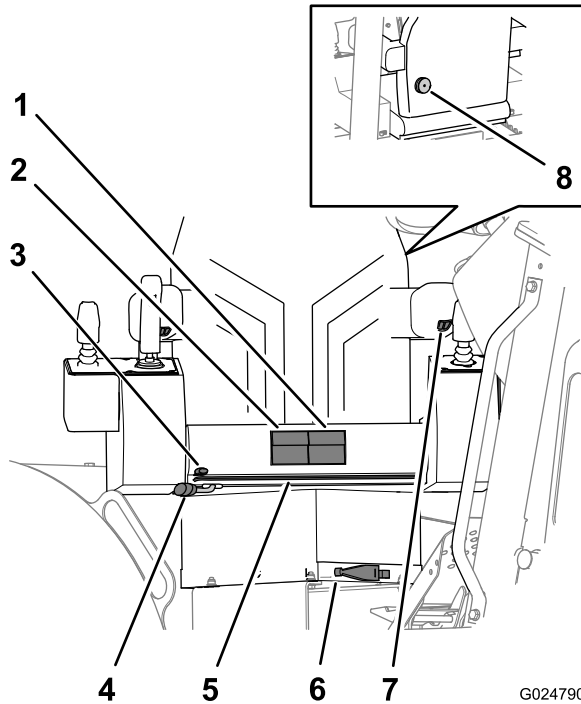

Figura 17
- **Pulsanti altezza sedile:** utilizzateli per regolare il cuscino del sedile in su o in giù (Figura 17).
- **Pulsanti scorrimento sedile:** utilizzateli per far scorrere il cuscino del sedile in avanti o indietro (Figura 17).
- **Leva di scorrimento telaio sedile:** utilizzate questa leva per regolare l'intero sedile e telaio in avanti o indietro (Figura 17).
- **Leva di scorrimento base sedile:** utilizzate questa leva per spostare la base del sedile in avanti o indietro sul telaio (Figura 17).
- **Leva rotazione sedile:** utilizzate questa leva per sbloccare il sedile in modo da poterlo ruotare nella posizione desiderata. Il sedile ruoterà di 360° e si bloccherà in posizione a incrementi di 10° (Figura 17).
- **Compensatore peso sedile:** ruotate questa leva per fare in modo che il compensatore del peso regoli la tensione di supporto del sedile in base al peso dell'operatore (Figura 17).
Ruotate il controllo dell'altezza del bracciolo per sollevare o abbassare il bracciolo (Figura 17).
Ruotate la manopola lombare sedile, posta dietro il sedile, per regolare il supporto lombare dello schienale per il massimo comfort (Figura 17).